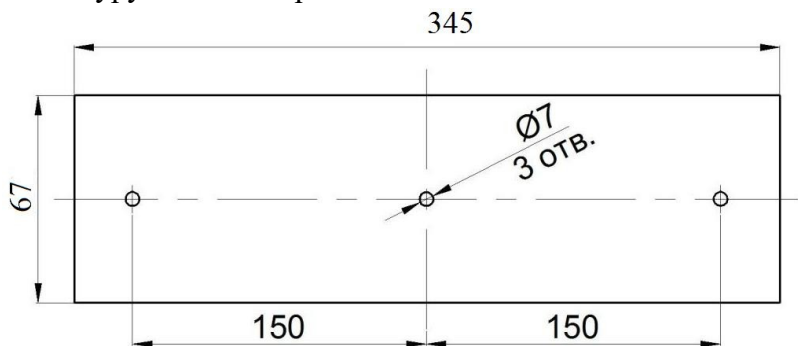

Рис. 4 Установочные размеры крепежной площадки МУПТВ «ТРВ-Гарант»-14,5-ГЗ-ВД во взрывозащищенном исполнении.
5.6 Координаты отверстий для крепления показаны на рис. 4. Допускается устанавливать крепежную площадку с помощью дюбелей и шурупов диаметром 6 мм длиной не менее 40 мм.